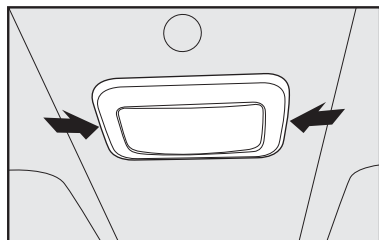

fig. 31
- Com uma chave de fenda (não fornecida) nos pontos indicados **fig. 31**, remover o conjunto da luz interna montada a pressão pelas travas;